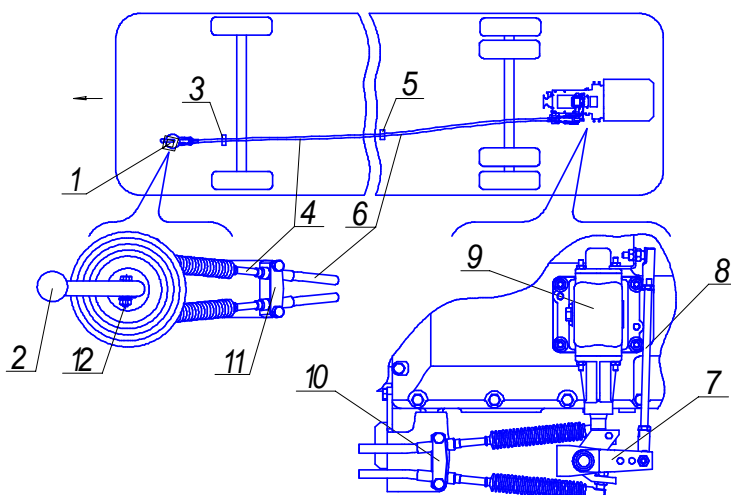

Рис. 1. Привод механизма переключения передач.
**1.1. Привод механизма переключения передач** (рис.1) - дистанционный, состоит из механизма управления (мастер-опоры) 1 с рычагом переключения передач 2, тросов 4, 6, транслятора 7 и реактивной тяги 8. Оболочки тросов закреплены по длине на основании автобуса двойными хомутами 3, 5.